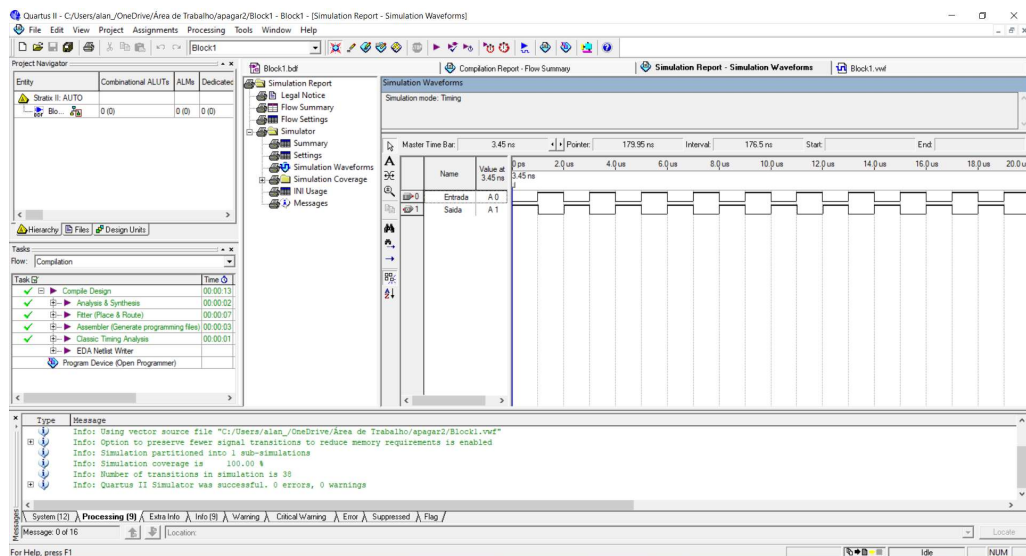

Figura 2 – Simulação de formas de onda de entrada para um bloco de circuito
- 5) No diagrama de tempo da variável de entrada, clique com o botão direito em cima dela e marque a opção Value >> Count value. Apenas aperte OK. Usando o scrool do mouse, dê zoom na tela para ver a variação do sinal de entrada conforme mostra a Figura 2.